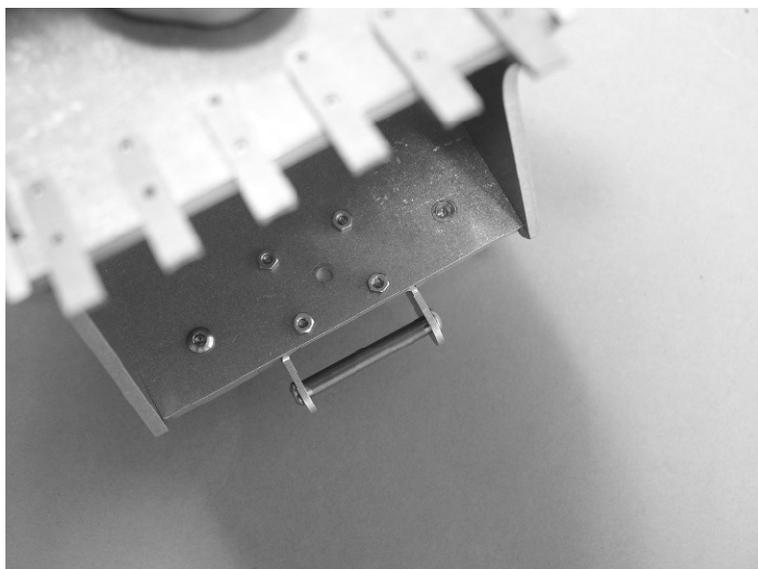

Bild 20
Von innen werden die Muttern M2 dagegen gesetzt. (siehe auch Bild 20)
Die beiden Halteklötze kurz (I) aufsetzen. Bitte beachten Sie, dass die Gewinde in den Klötzen mit den Bohrungen in der Schaufel fluchten.(siehe auch Bild 20)